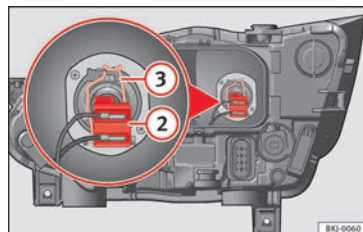

Fig. 97 Dans le compartiment moteur : ampoule des feux de croisement.
- Retirez le connecteur » fig. 97 (2) de l'ampoule.
- Décrochez le ressort entrebâilleur » fig. 97 (3) en le pressant vers l'intérieur et vers la droite.